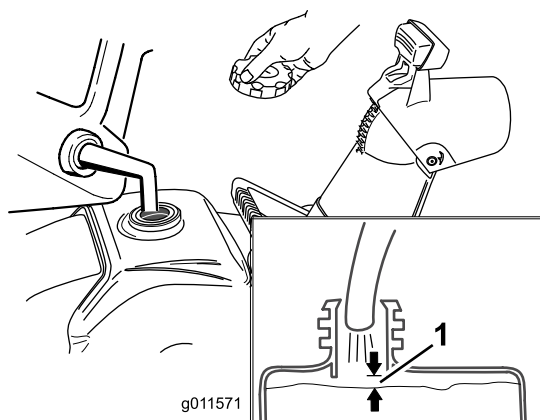

Рисунок 12
В топливный бак газонокосилки разрешается заливать только неэтилированный бензин с октановым числом не ниже 87. Приобретать бензин рекомендуется только на заправочных станциях известных фирм-производителей (Рисунок 12).
1. Убедитесь в том, что бак не переполнен (см. Рисунок 12), а крышка заливной горловины установлена на штатном месте.